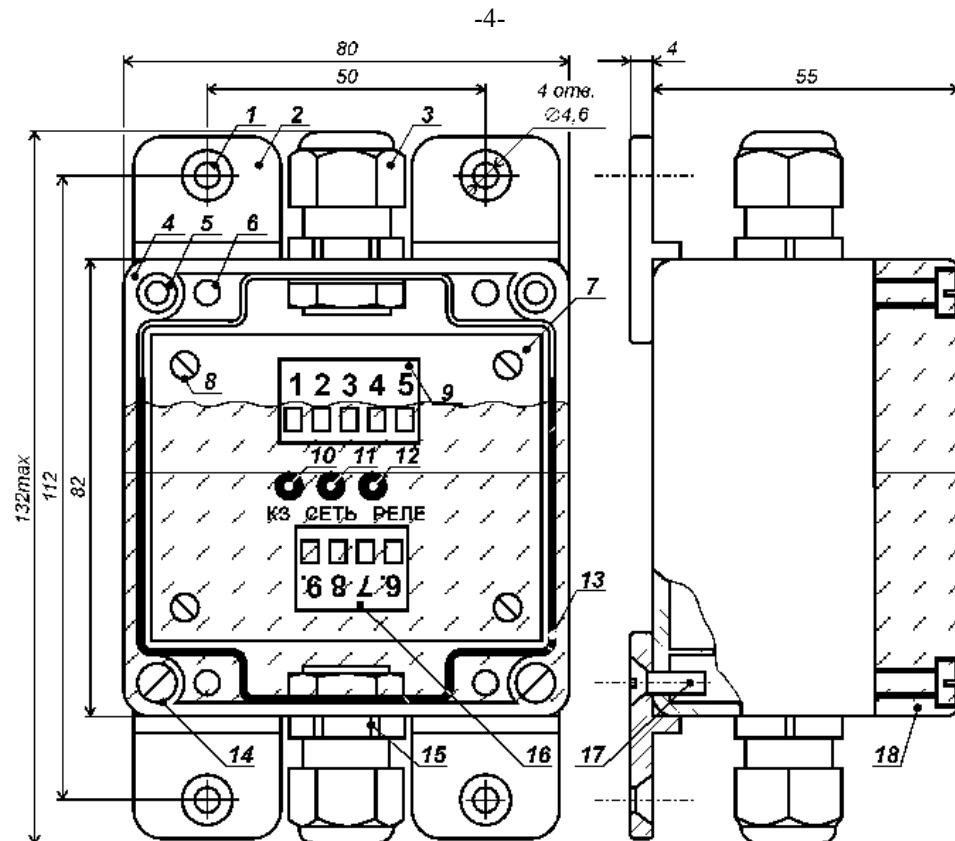

Рис. 1. Конструкция адаптера АСД-01.
Конструкция адаптера показана на рис. 1. АСД-01 размещён в пластмассовом корпусе [поз. 4], который закрыт прозрачной крышкой [поз. 18] через уплотнитель [поз. 13] четырьмя винтами [поз. 14]. Винты вворачиваются в резьбовые втулки [поз. 5], запрессованные в стенках корпуса.
При коротком замыкании в линии питания датчика (между клеммами 6 и 9) либо при превышении датчиком максимально-допустимого тока потребления (70 мА) срабатывает встроенная в адаптер схема электронной защиты. В этом случае на адаптере загорается светодиод «К3» [поз. 10 на рис. 1] и с датчика снимается питающее напряжение. Для возврата адаптера в исходное состояние необходимо, устранив причину перегрузки, кратковременно снять с него сетевое напряжение.
- при работе адаптера не допускается прикосновение к токоведущим частям, на которых присутствует высокое напряжение: к клеммам 1 – 5 и подведённым к ним проводам, а также к контактным площадкам на печатной плате [поз. 7 на рис. 1];
Адаптер крепится четырьмя винтами M4 или саморезами диаметром до 4,5 мм, которые вворачиваются в установочные отверстия [поз. 1 на рис. 1].